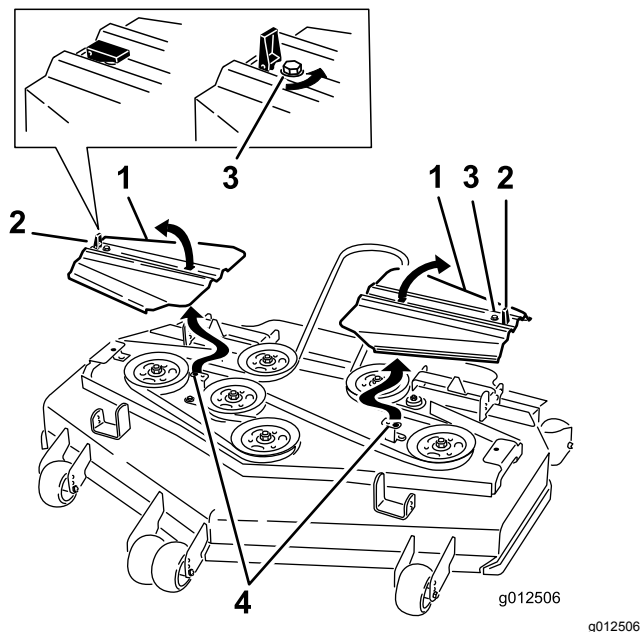

Figura 61
14. Instale las cubiertas de la correa introduciendo las pestañas en las ranuras. Coloque los tornillos y fije los cierres (Figura 61).